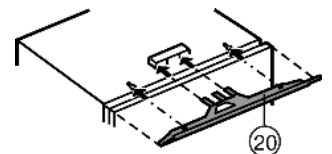

Fig. 11
- ▶ Opvulstrook Fig. 11 (20) in het midden op het apparaat monteren: in de opname schuiven en in de sleutelgaten inhaken.